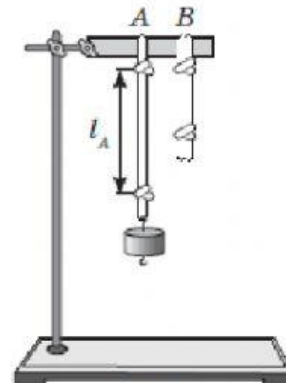

Рис. 2
- Підвісьте до шнура А тягарець масою 100 г (рис. 2). Виміряйте відстань  $l_A$  між вузликами — довжину деформованого шнура А.